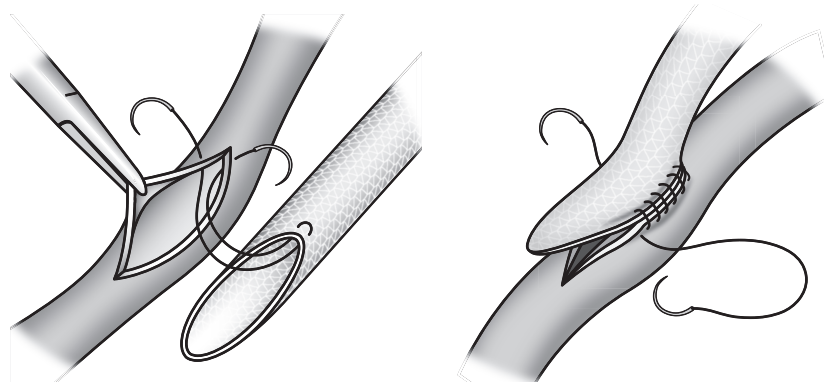

Fig. 5
- Il est recommandé d'utiliser un monofilament de polypropylène pour suturer. En suturant, éverser les bords de la prothèse et veiller à ce que chaque point de suture traverse toute la paroi et l'une des mailles du treillis. Fig. 5. Il est conseillé d'utiliser uniquement des aiguilles non coupantes lors des sutures.